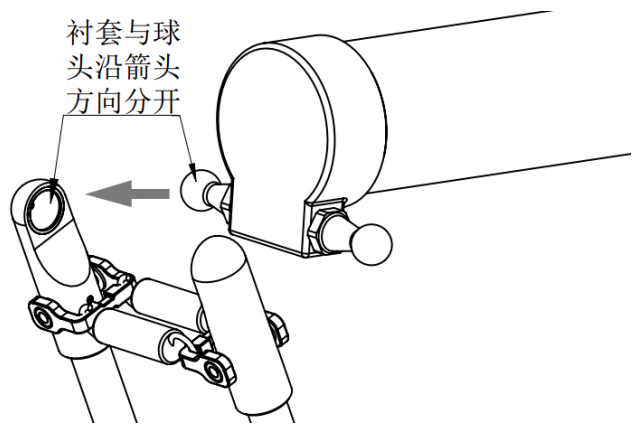

图 3-7 主动臂端拆卸示意图
**步骤3** 再拉开与主动臂处连接的弹簧，如图 3-7 所示，然后将拆卸后的从动臂放置在纸板上。此时要注意动平台，防止其突然下坠。